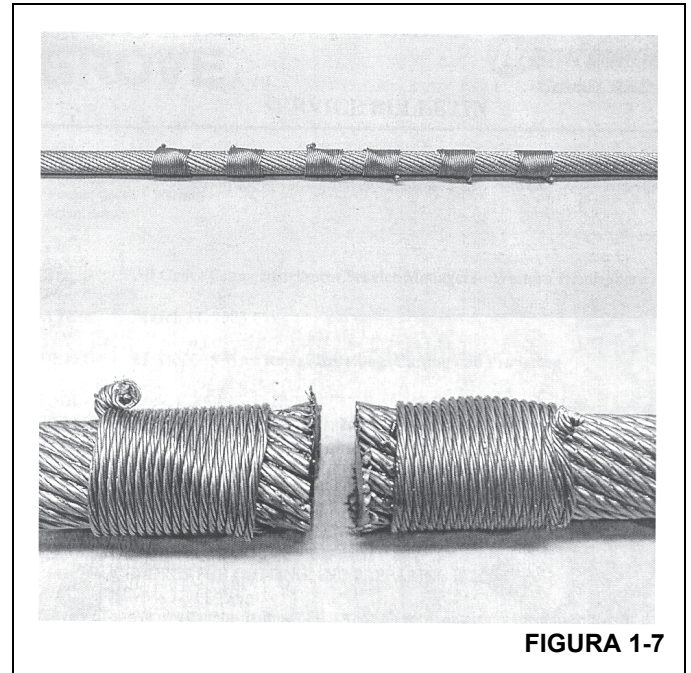

FIGURA 1-7
**NOTA:** Um cabo de aço não pré-formado deve ter duas amarrações feitas em cada lado do corte (consulte a Figura 1-7).
Não se recomenda nenhum corte neste cabo de aço específico. Se for necessário cortar um cabo de aço classe 35x7 por qualquer razão, siga as instruções anexas. (consulte a Figura 1-7). Além disso, diferentemente de outros tipos de cabos de aço, as extremidades deste cabo devem ser soldadas.
2. Antes de cortar o cabo, faça três cintas separadas com cordões de amarração em cada lado de onde o corte será feito (total de seis cintas para cada corte) (consulte a Figura 1-7). Cada cinta deverá ter um comprimento mínimo equivalente a uma vez e meia o diâmetro do